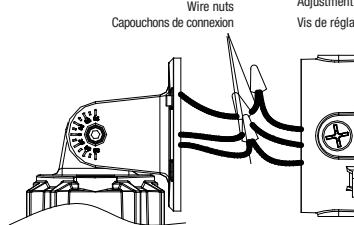

Fig. 19
8. Wiring according to the instructions on the first page (WIRING INSTRUCTION)(Fig. 3 and Fig. 19).
8. Effectuer le connexions électriques selon les instructions de la première page (INSTRUCTIONS DE CONNEXION DE CÂBLAGE)(Fig. 3 et Fig. 19).